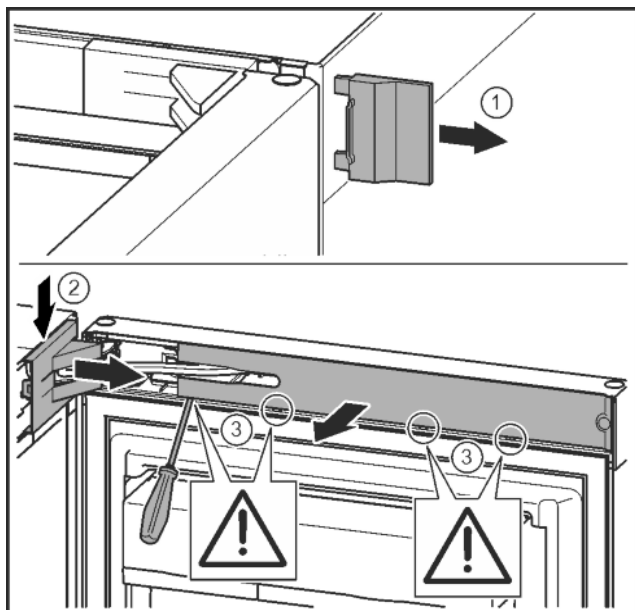

Fig. 8
- ▶ Снять внешнюю крышку. Fig. 8 (1)
- ▶ При помощи отвёртки освободить крышку опорного кронштейна и отсоединить. Снять крышку опорного кронштейна. Fig. 8 (2)
- ▶ Шлицевой отвёрткой вывести накладку из зацепления и отвести в сторону. Fig. 8 (3)